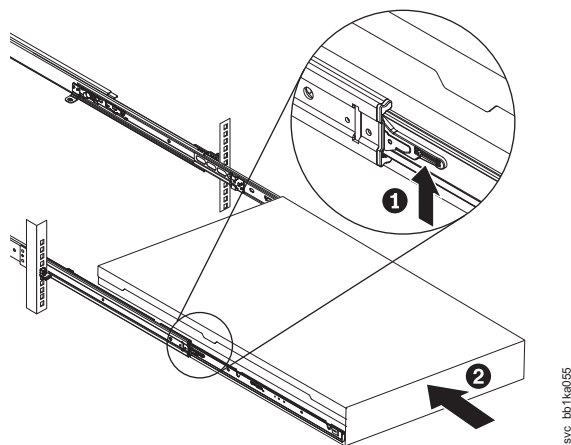

Figura 323. Levantando as alavancas de travamento do SAN Volume Controller 2145-DH8 dos trilhos deslizante do rack
17. Levante as alavancas de travamento (**1** em Figura 323) nos trilhos deslizantes e empurre o servidor **2** completamente no rack até que ele encaixe.